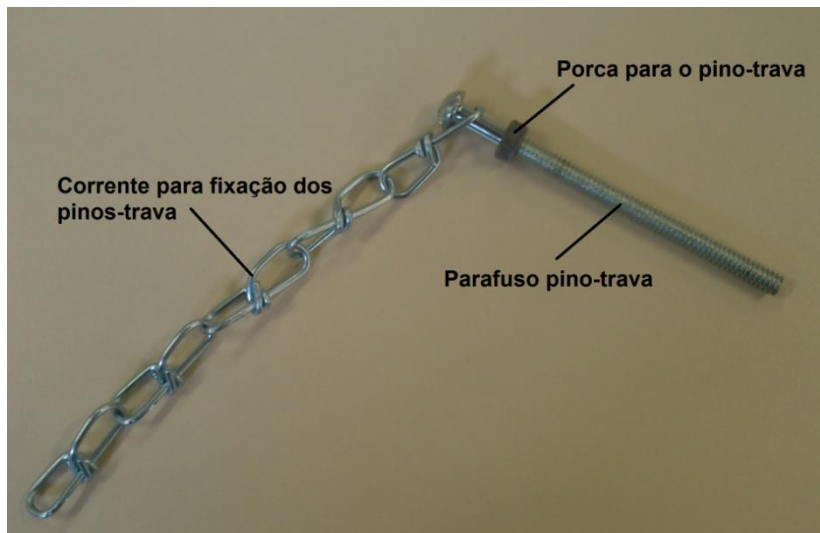

Figura 94. Regulagem do apoio de pés - Passo 2
- Passo 2: Corte, com o alicate de corte, um pedaço com 12 cm mais ou menos da (corrente para fixação dos pinos-trava) e prenda no primeiro elo o parafuso pino-trava com a porca para o pino-trava, como mostrado na figura 94 (2 unidades);
- Passo 2: Corte, com o alicate de corte, um pedaço com 13 cm mais ou menos da (corrente para fixação dos pinos-trava) e prenda no primeiro elo o parafuso pino-trava com a porca para o pino-trava, como mostrado na figura 94 (1 unidade);
- Passo 2: Corte, com o alicate de corte, um pedaço com 15 cm mais ou menos da (corrente para fixação dos pinos-trava) e prenda no primeiro elo o parafuso pino-trava com a porca para o pino-trava, como mostrado na figura 94 (2 unidades);
- Passo 2: Corte, com o alicate de corte, um pedaço com 14 cm mais ou menos da (corrente para fixação dos pinos-trava) e prenda no primeiro elo o parafuso pino-trava com a porca para o pino-trava, como mostrado na figura 94 (2 unidades);